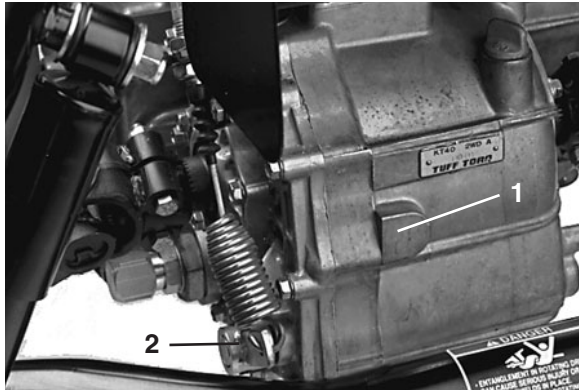

Figure 48
## Changement de l'huile hydraulique/de la boîte-pont (Fig. 48)
2. Retirez le bouchon de vidange (Fig. 48) sur le côté du réservoir et laissez l'huile s'écouler dans un bac de vidange.